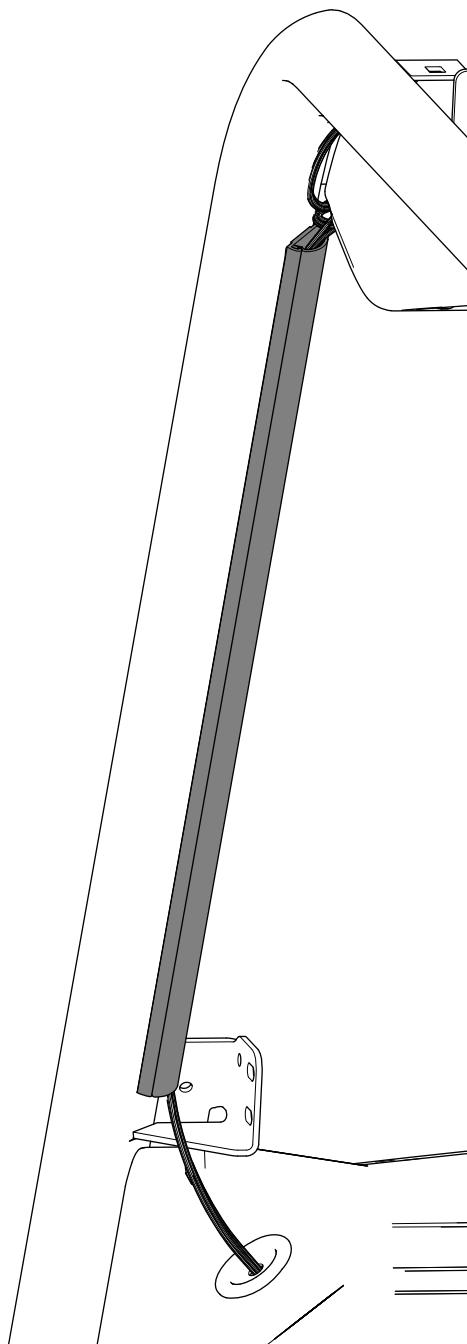

Рисунок 13
5. Вставьте уплотнительную втулку в отверстие приборной панели (Рисунок 13).
6. Приклейте кабельный короб к плоской поверхности на передней левой защитной дуге (Рисунок 13).